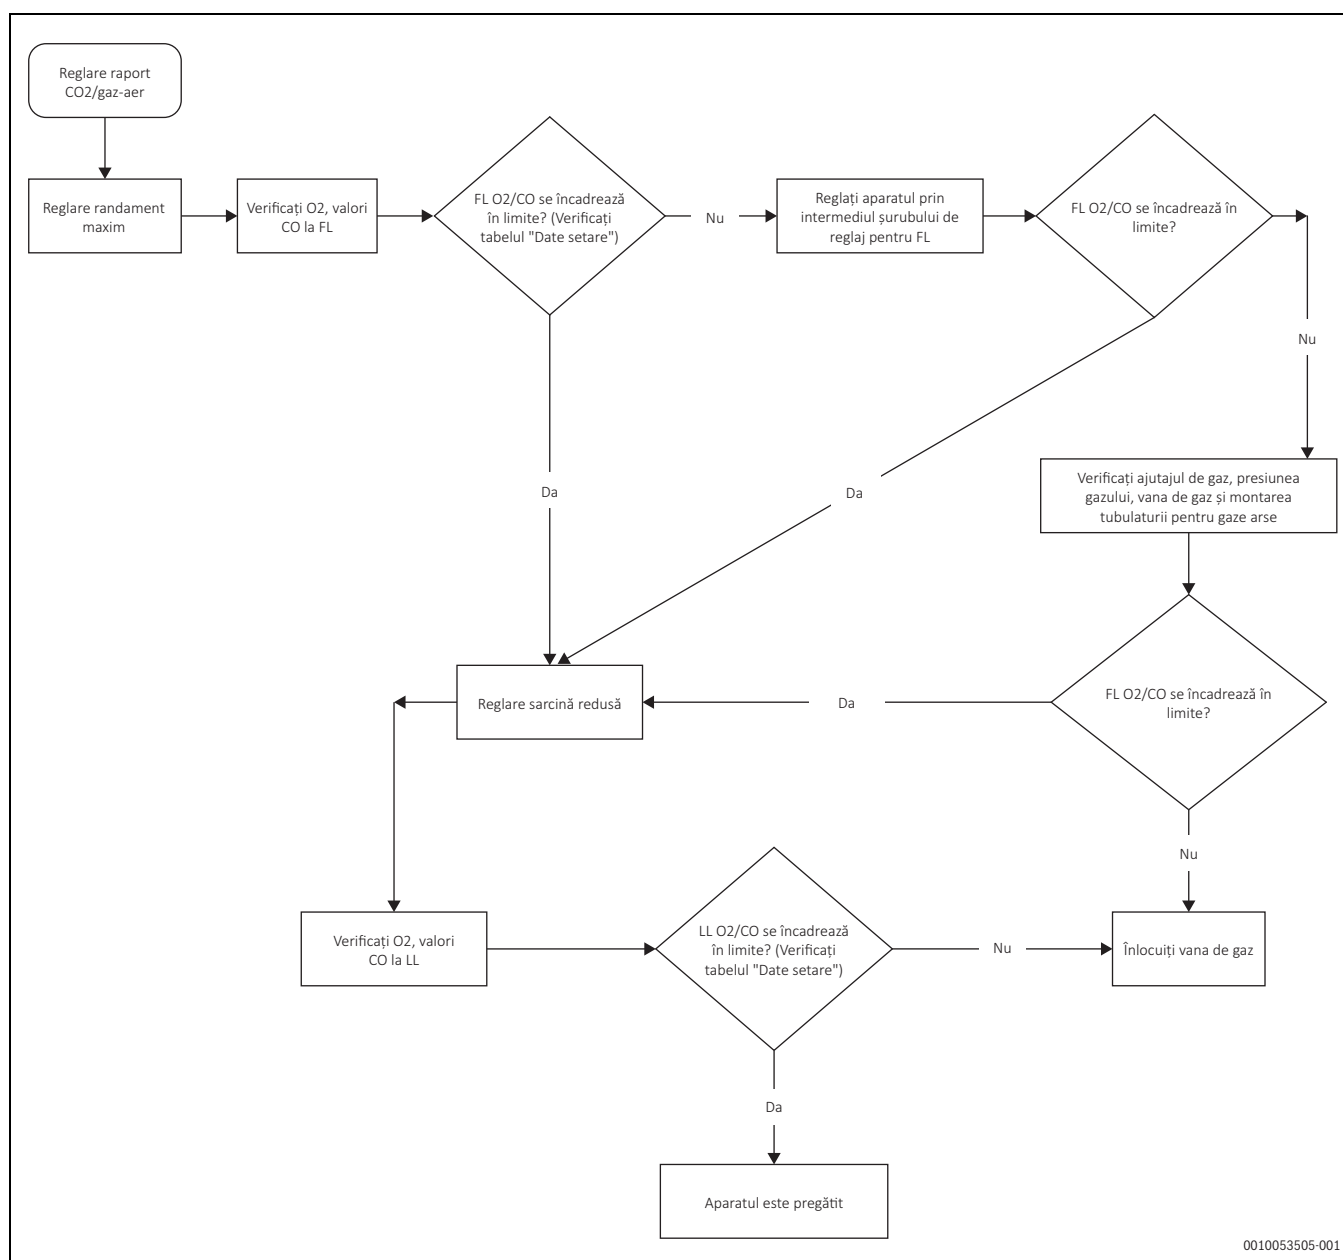

Fig. 33 Schema proces tehnologic cu instrucțiuni de reglare
Șurubul de reglaj al aparatului a fost sigilat din fabrică și nu este destinat să fie reglat. În cazul în care sigiliul este rupt, urmați instrucțiunile de reglare (→ Fig. 33 "Schemă proces tehnologic cu instrucțiuni de reglare").
- Urmați instrucțiunile de reglare din schema procesului tehnologic (→ Fig. 33 "Schema proces tehnologic cu instrucțiuni de reglare") pentru ghidare, înainte de a regla vana de gaz.